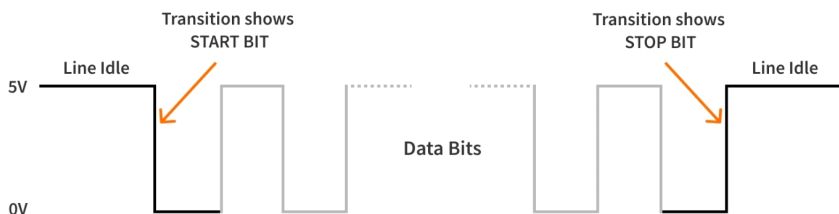

Рисунок 6.3 – Стартовий і стоповий біти для синхронізації в UART
1. Біти синхронізації. Є 1 стартовий біт і 1 або 2 стоп-біти (рис. 6.3). Вони вказують на початок і кінець пакета. лінія підтягується до 0, коли передача ініціюється, що вказує на початок кадру, і знову підтягується до 1, коли передача завершується.